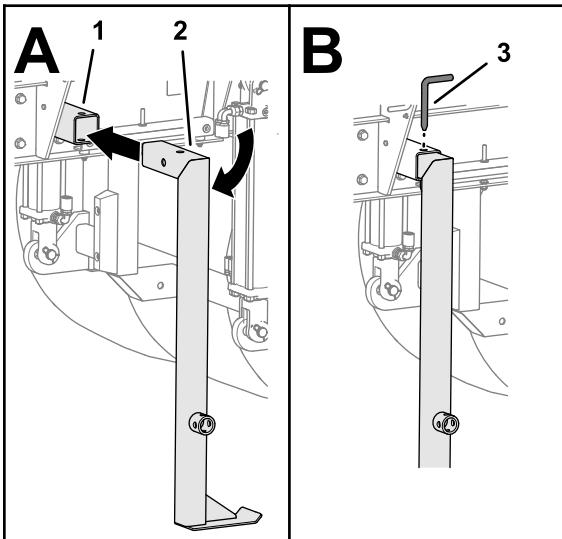

Figure 23
5. Tournez la béquille arrière vers le bas et insérez-la dans le tube (Figure 23).
6. Alignez les trous de la béquille et du tube, et fixez la béquille avec la goupille (Figure 23).